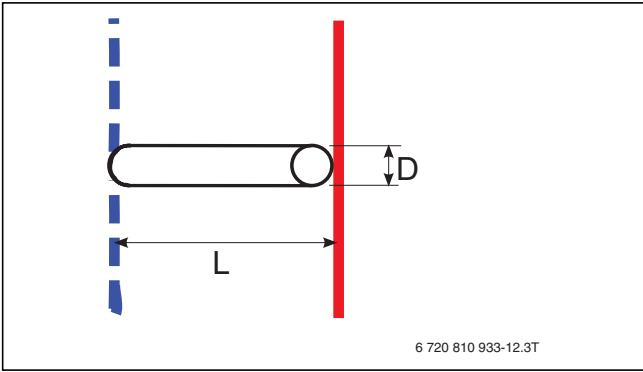
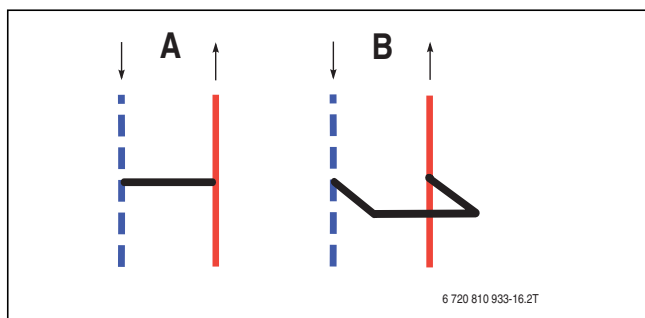

Рис. 4 Байпас, подробный вид (→ [1] рис. 2 и 3)
Рис. 5 Байпас
- [1] Байпас (→ рис. 4) (→ [1] таб. 8)
([A] → рис. 5) Минимальна я длина байпаса ([L] → рис. 4)	([B] → рис. 5) Минимальна я длина байпаса ([L] → рис. 4)